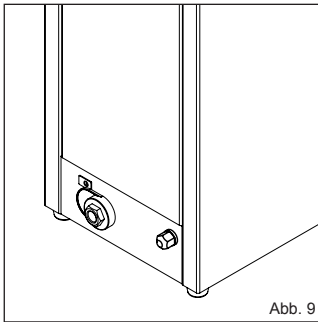

Abb. 9
- Die Trockenlaufsicherung ist ausgeschaltet. Die B100 ist mit einer von außen erreichbaren Trockenlaufsicherung ausgestattet. Diese befindet sich auf der Rückseite des Automaten, neben der Anschluschnur (Abb. 9). Wenn dieser Knopf gedrückt wird, wird das Element wieder eingeschaltet. Dazu muss erst die Schutzkappe entfernt werden.